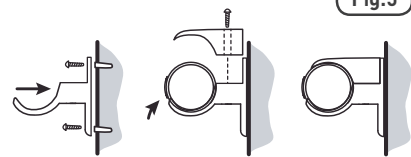

Fig.5
- Sobald ein geeigneter Ort gefunden ist, schrauben Sie die beiden unteren Hälften der Halterung an die Wand [Abb. 5].